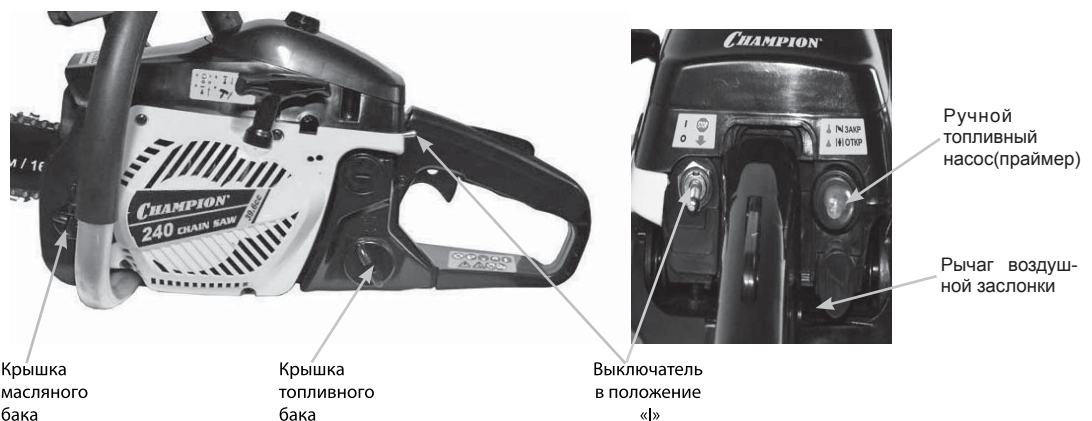

Рис.9
1. Заполните топливный бак свежеприготовленной топливной смесью. (Рис. 9).
2. Заполните масляный бак чистым маслом для смазки цепи (Рис.9)